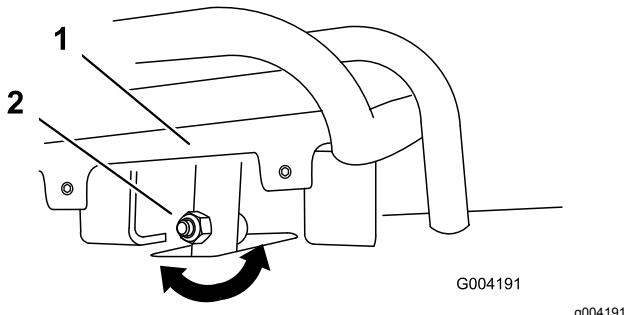
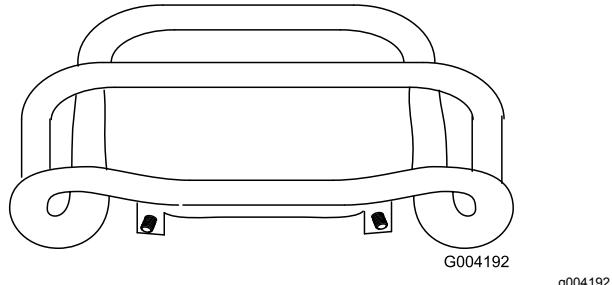

Рисунок 54
Рисунок 55
- Если передняя часть органа управления тягой не встает параллельно контрольной штанге и вровень с ней, ослабьте фланцевую гайку и болт в хвостовике органа управления тягой (Рисунок 54).
- Отрегулируйте орган управления тягой таким образом, чтобы при перемещении прямо назад он находился на одном уровне с контрольной штангой (Рисунок 54 и Рисунок 55).